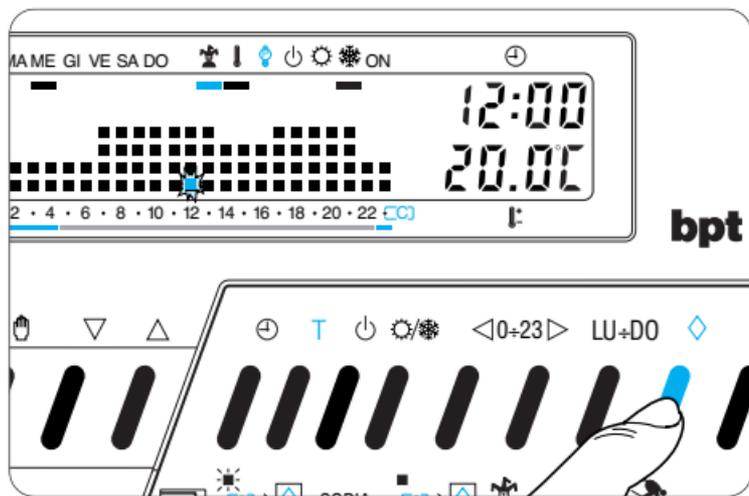

Fig. 41
**11.2** - Premere il pulsante  $\diamond$  (fig. 41).